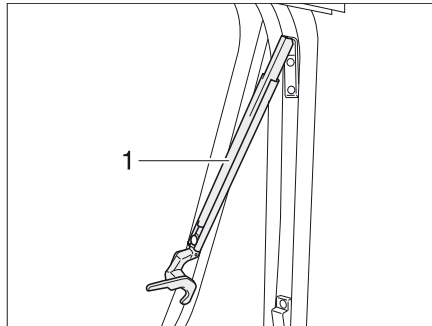

Bild 77 Överkantshängt fönster med automatik-spärrar, öppet
- Öppna det överkantshängda fönstret till önskat läge. Automatik-spärren (Bild 77,1) hakar fast automatiskt.